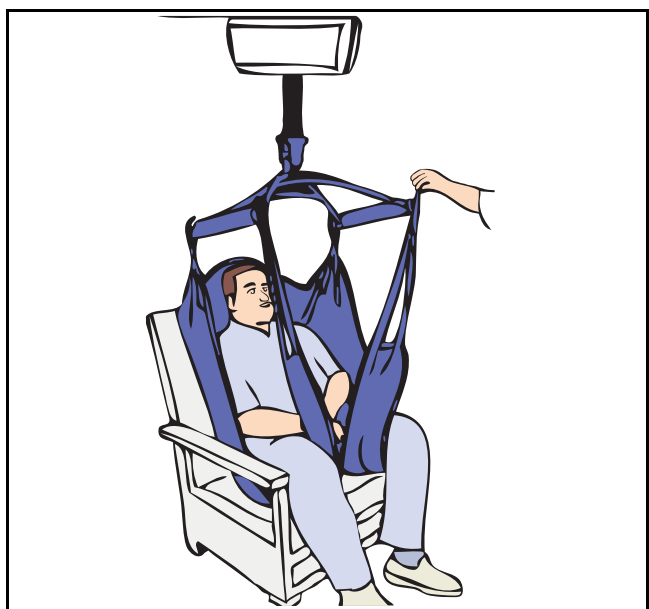

Fig. 27
- 4) Forsæt med forflytning af plejemodtageren til en stol, eller placer plejemodtageren på en seng ved at flytte og derefter sænke plejemodtageren til den ønskede stilling (se Fig. 27).